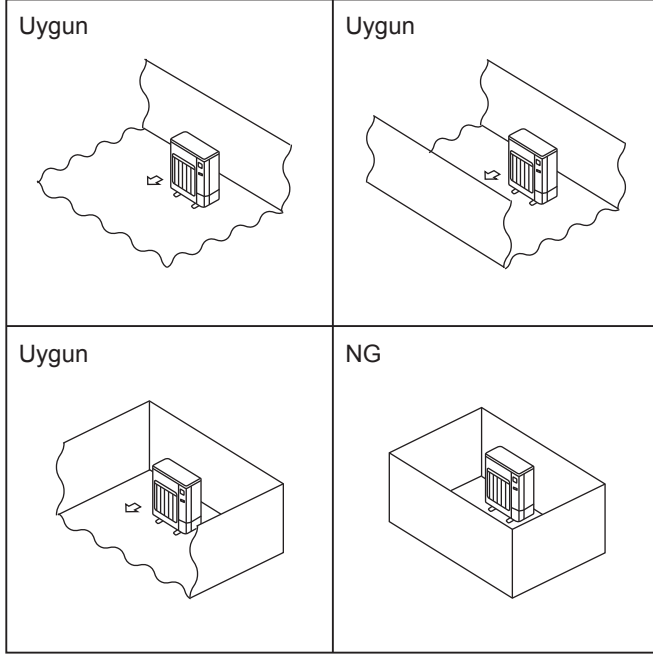

Fig. 2-1
- ⊙ Dış üniteleri, dört yanından en az bir tanesi açık olan ve çukurlar olmayan yeterince geniş bir alana yerleştirin. (Fig. 2-1)